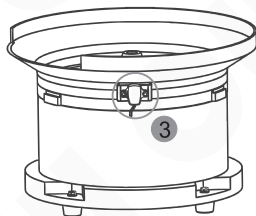

图 3
- 方式3，在料盘上焊接一个支架，将振动传感器安装在支架上，见图 3。